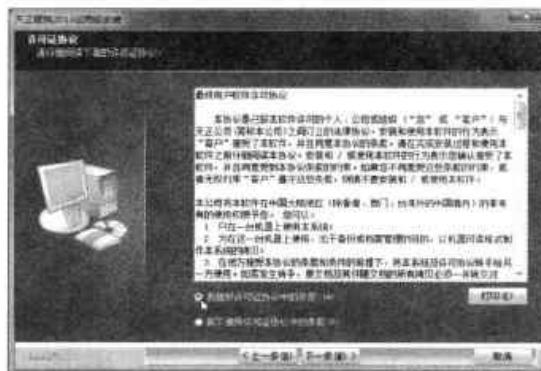

图15-31 接受许可证协议
**Step02** 在“许可证协议”界面中，单击“我接受许可证协议中的条款”单选按钮，并单击“下一步”按钮，如图 15-31 所示。